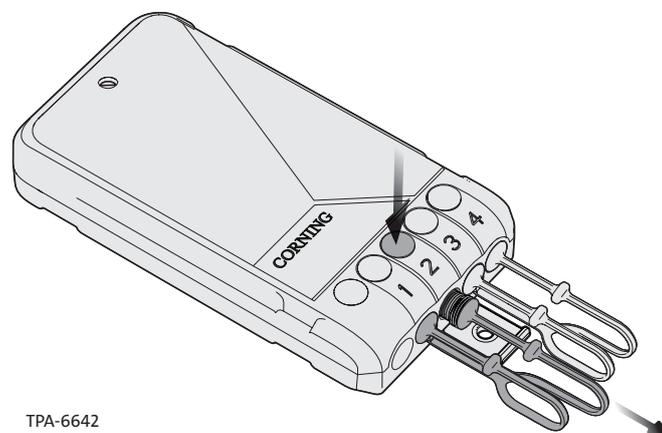

Figure 23
Étape 1 : appuyer sur le bouton du port et retirer la fiche anti-poussière. Retirer le bouchon anti-poussière du connecteur (Figure 23)